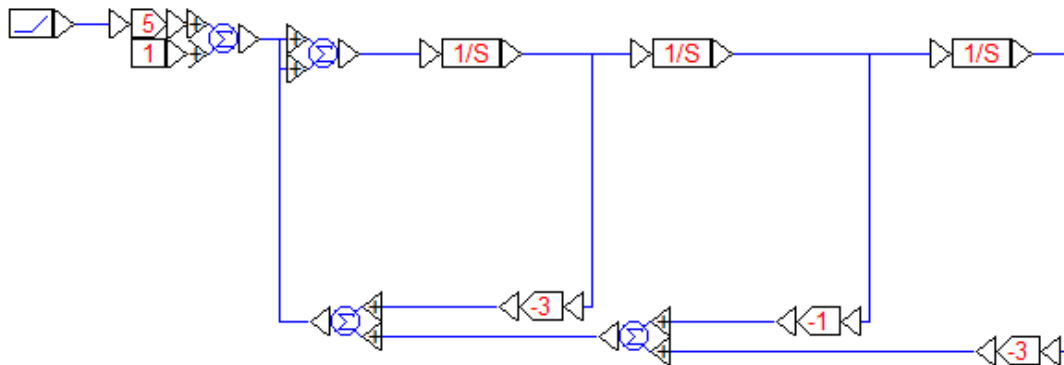

Рис. 3.15. Графическое представление уравнения
2) составить схему модели (рис.3.15), реализующую это уравнение, для чего выбрать следующие блоки: